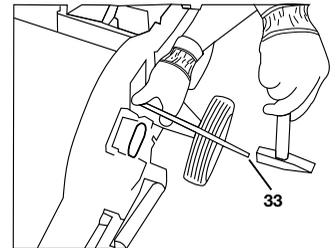

Bild 33
Drehen Sie den Rotor so, dass die Schlägerachse durch die Montageöffnung (32) entnommen werden kann, dazu muss mit einem Durchschlag (33) die Achse von der gegenüberliegenden Seite herausgeschlagen werden (siehe „Bild 33“).
- Nach dem Wechsel des Messers, muss der seitliche Trichter wieder angeschraubt werden (siehe „Bild 33“).